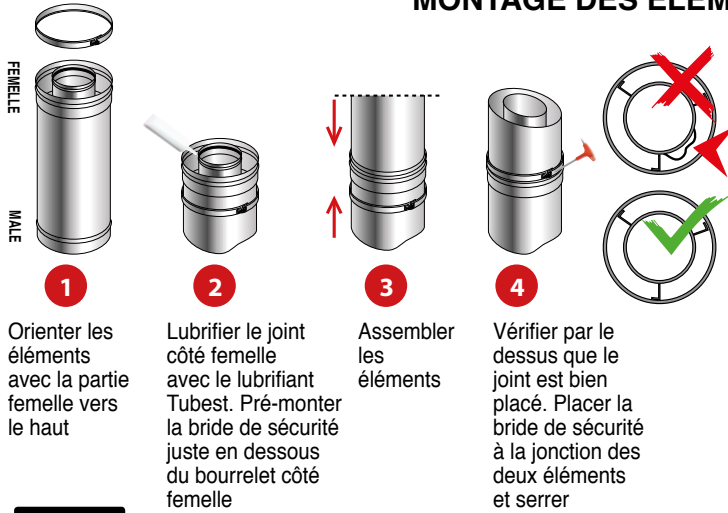

FIGURE 3
- 3 Vérifier l'état général, la présence et le sens de montage des joints (lèvres vers le bas) et la présence des brides de sécurité. Bien lubrifier chaque joint avant assemblage des éléments avec le lubrifiant tubest (voir figure 3).